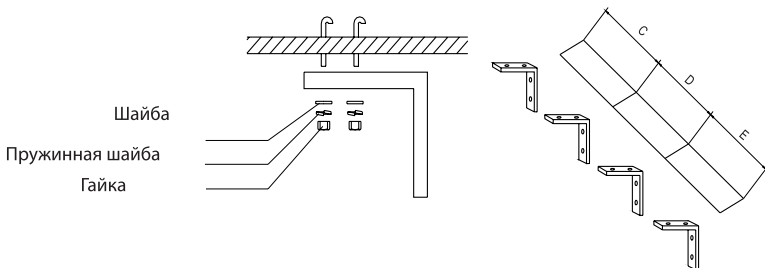

Рис. 8 – Крепление завесы к потолку
7.3 При установке завесы на потолке используются специально изготовленные кронштейны (приобретаются потребителем) (Рис.8). Размеры С, D, Е в соответствии с п. 7.1.2. настоящего руководства.